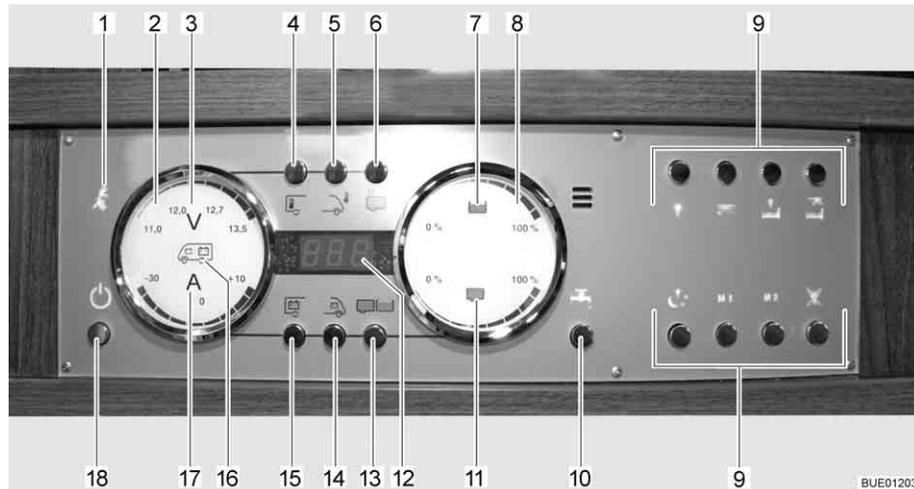

Bild 131 Panel LT 510
Die 230-V-Kontroll-Leuchte (Bild 131,1) leuchtet, wenn am Eingang des Elektroblocs Netzspannung vorhanden ist.
Der 12-V-Hauptschalter (Bild 131,18) schaltet das Panel und die 12-V-Versorgung des Wohnraums ein und aus.
- Taste 12-V-Versorgung (Bild 131,18) kurz drücken. Die 12-V-Versorgung des Wohnraums ist eingeschaltet. Die Kontroll-Anzeige "12 V" leuchtet.
- ▷ Wenn nach dem Einschalten die LED "11,0" der Voltanzeige sowie das Symbol Volt "V" (Bild 131,3) im Anzeigeelement Batterien (Bild 131,2) blinken, dann ist die Spannung der Wohnraumbatterie zu gering. Batterie laden.
- ▷ Wenn nach dem Einschalten die Kontroll-Anzeige "12 V" und das Symbol Volt "V" (Bild 131,3) dreimal blinken, dann ist die Batterietrennung aktiviert. Batterietrennung deaktivieren.
- Taste 12-V-Versorgung (Bild 131,18) kurz drücken. Die 12-V-Versorgung des Wohnraums ist ausgeschaltet. Die Kontroll-Anzeige "12-V-Versorgung" erlischt.
- Taste Wohnraumbatterie (Bild 131,15) drücken und ca. 10 Sekunden lang gedrückt halten. Das Symbol Volt "V" (Bild 131,3) und die Kontroll-Anzeige "12 V" blinken dreimal. Die Wohnraumbatterie ist vom 12-V-Bordnetz getrennt.
- Taste 12-V-Versorgung (Bild 131,18) drücken und ca. 5 Sekunden lang gedrückt halten. Das Symbol Volt "V" (Bild 131,3) und die Kontroll-Anzeige "12 V" blinken dreimal. Die Wohnraumbatterie ist mit dem 12-V-Bordnetz verbunden. Die Kontroll-Anzeige leuchtet nach ca. 5 Sekunden.
- Taste Wohnraumbatterie (Bild 131,15) drücken. Das Symbol Volt "V" (Bild 131,3) leuchtet. Das Symbol Ampere "A" (Bild 131,17) leuchtet je nach Ladung oder Entladung weiß bzw. rot. Die Batteriespannung und der Strom der Wohnraumbatterie werden über die LEDs im Anzeigeelement angezeigt.
- Taste Starterbatterie (Bild 131,14) drücken. Das Symbol Volt "V" (Bild 131,3) leuchtet. Die Batteriespannung der Starterbatterie wird über die LEDs im Anzeigeelement angezeigt.
- Taste Tanks (Bild 131,13) drücken. Die Symbole Wassertank (Bild 131,7) und Abwassertank (Bild 131,11) leuchten. Die Füllstände des Wassertanks (obere Skala) und des Abwassertanks (untere Skala) werden über die LEDs im Anzeigeeinstrument angezeigt.
**Tank-Alarm** Das Symbol Wassertank (Bild 131,7) oder das Symbol Abwassertank (Bild 131,11) blinkt, wenn der Wassertank leer oder der Abwassertank voll ist.